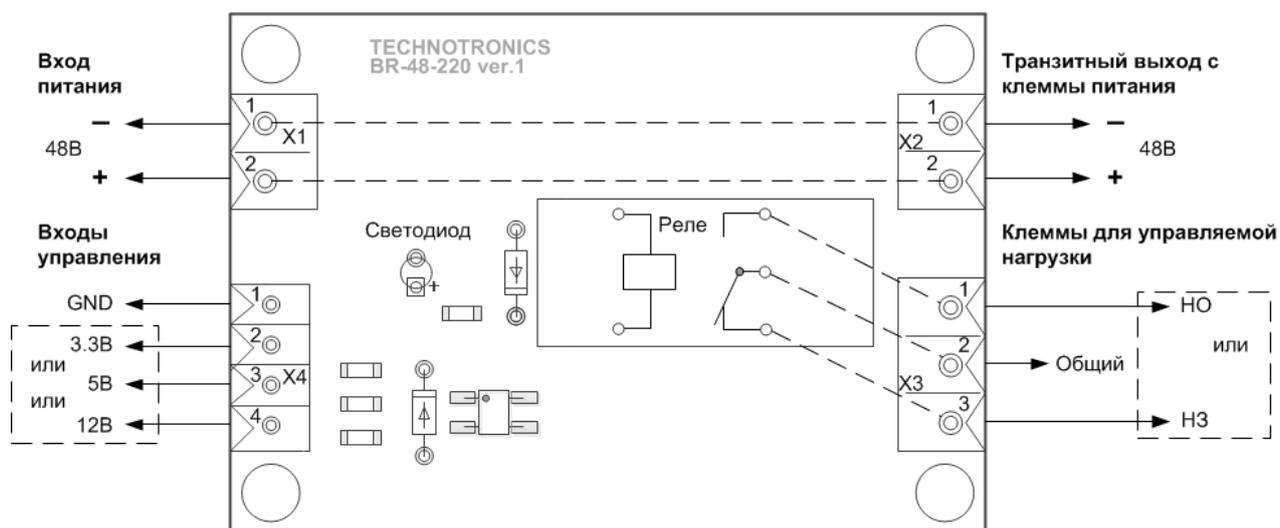
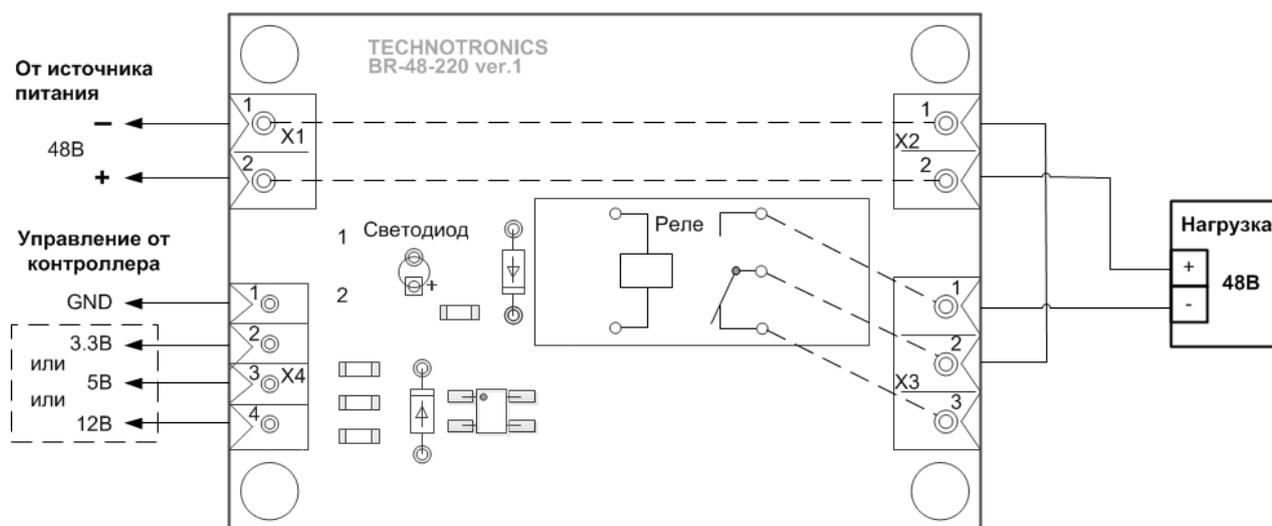
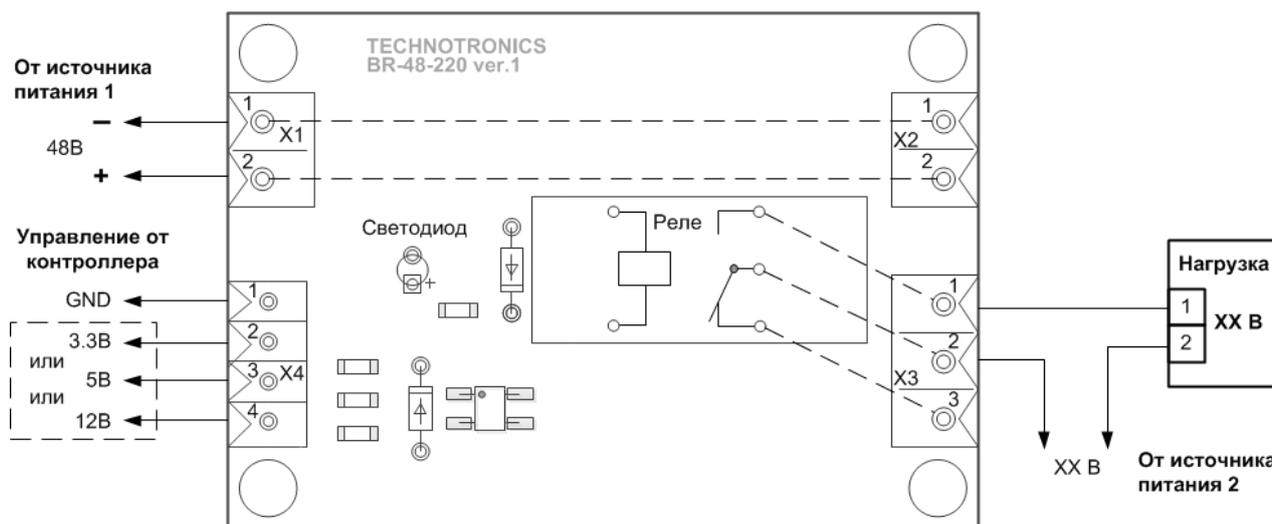

Рис.3.1. Схема подключений изделия
Рис.3.2. Пример схемы подключения нагрузки 48В DC
Рис.3.3. Пример схемы подключения допустимой нагрузки
3.1. Схема подключений изделия показана на рис.3.1.
3.2. На схеме рис.3.1 изображено следующее.
3.2.3. Изделие поддерживает 3 варианта управляющих сигналов (см. табл.2.1). Именно такие варианты позволяют стыковать изделие с любым имеющимся управляющим выходам контроллеров производства ООО Технотроникс. На рис.3.1 для универсальности изображено подключение одновременно всех вариантов управления. На практике нужно подключать только один из них. При этом клемма «GND» является общей для всех вариантов.
3.6. При коммутации нагрузки с тем же напряжением, что требуется для питания изделия, схема подключения может быть упрощена (т.к. не нужен второй кабель от источника питания), как показано на рис.3.2.
3.7. Изделие может коммутировать нагрузку с разным типом питания (в пределах характеристик табл.2.1). Если тип питания и мощность управляемой нагрузки отличается от питания изделия, то схема подключения примет вид, как на рис.3.3.
3.8. Для примера в схемах на рис.3.2 и рис.3.3 приведено подключение управляемой нагрузки в нормально-открытом состоянии. Если потребуется управление в нормально-закрытом состоянии, то в этих схемах достаточно переподключить провод от нагрузки в клемме X3 с контакта 1 на контакт 3.
- 5.3. Подключить питание изделия 48В DC (весь диапазон указан в табл.2.1) к клемме X1 (см. рис.3.1). Обязательно соблюдать полярность. На контакт 1 клеммы (ближе к краю платы) подключить «-» питания, на контакт 2 – «+» питания.
- 5.4. Подключить цепь питания управляемой нагрузки через клемму X3 изделия (см. рис.3.1), примеры подключения показаны на рис.3.2 и рис.3.3.
- 6.1. Назначение клемм изделия указано в табл.6.1. В таблице клеммы указаны по обозначениям на рис.3.1.
Табл.6.1. Назначение клемм по обозначениям на рис.3.1